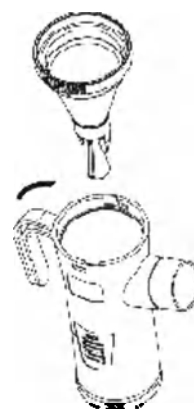

Рисунок 10
- Установите дефлектор в нужном положении в чашку ингалятора и зафиксируйте его поворотом по часовой стрелке (Рисунок 10).